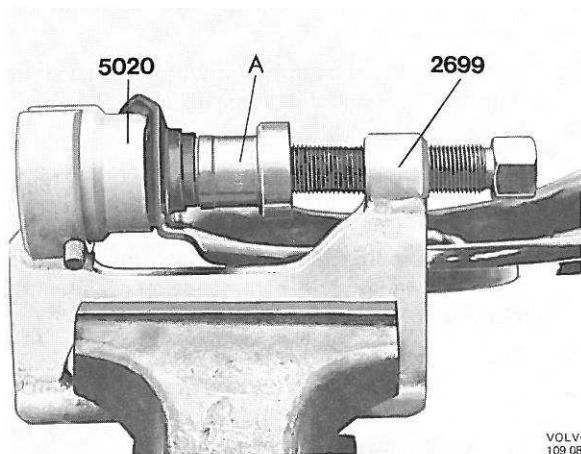

Figure 42. Démontage des bagues, triangle inférieur de commande
1. Fixer l'outil-presse 2699 dans un étau. Enlever la rondelle et, sur le nouveau modèle, même le joint caoutchouc et la douille d'écartement. Extraire les bagues avec un mandrin (A, figure 42) et la douille 5020. Disposer les outils comme indiqué sur la figure 42. Bien entendu, les bagues doivent être extraites en les poussant vers leurs brides.